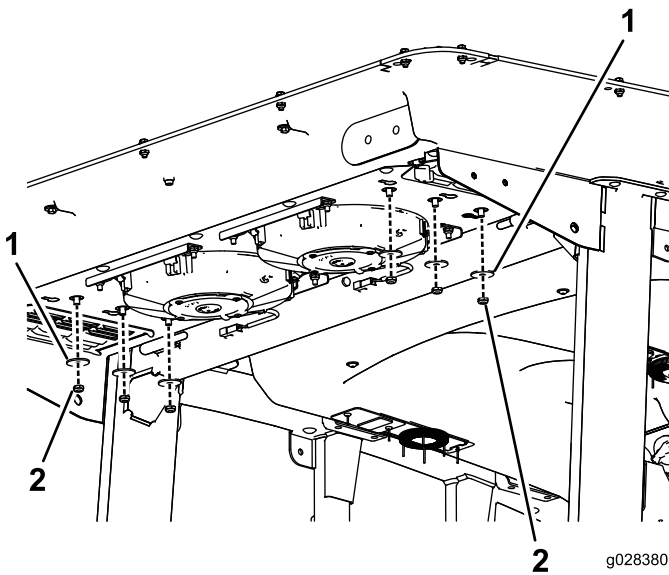

Figura 87
2. Retire las 6 tuercas y arandelas de la parte inferior de la parte trasera de la cabina (Figura 87).